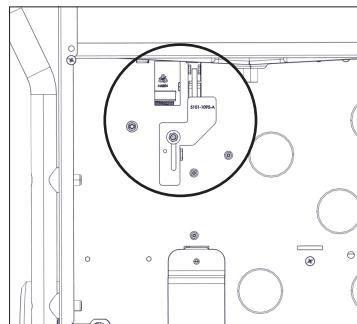

Fig. 6: Øvre dekselplate i opprinnelig posisjon
- Løsne skruen oppå beskyttelsesplaten ved mikrobryteren. Skyv platen oppover for å dekke mikrobryteren og trekk til skruen igjen (fig. 6 og 7).